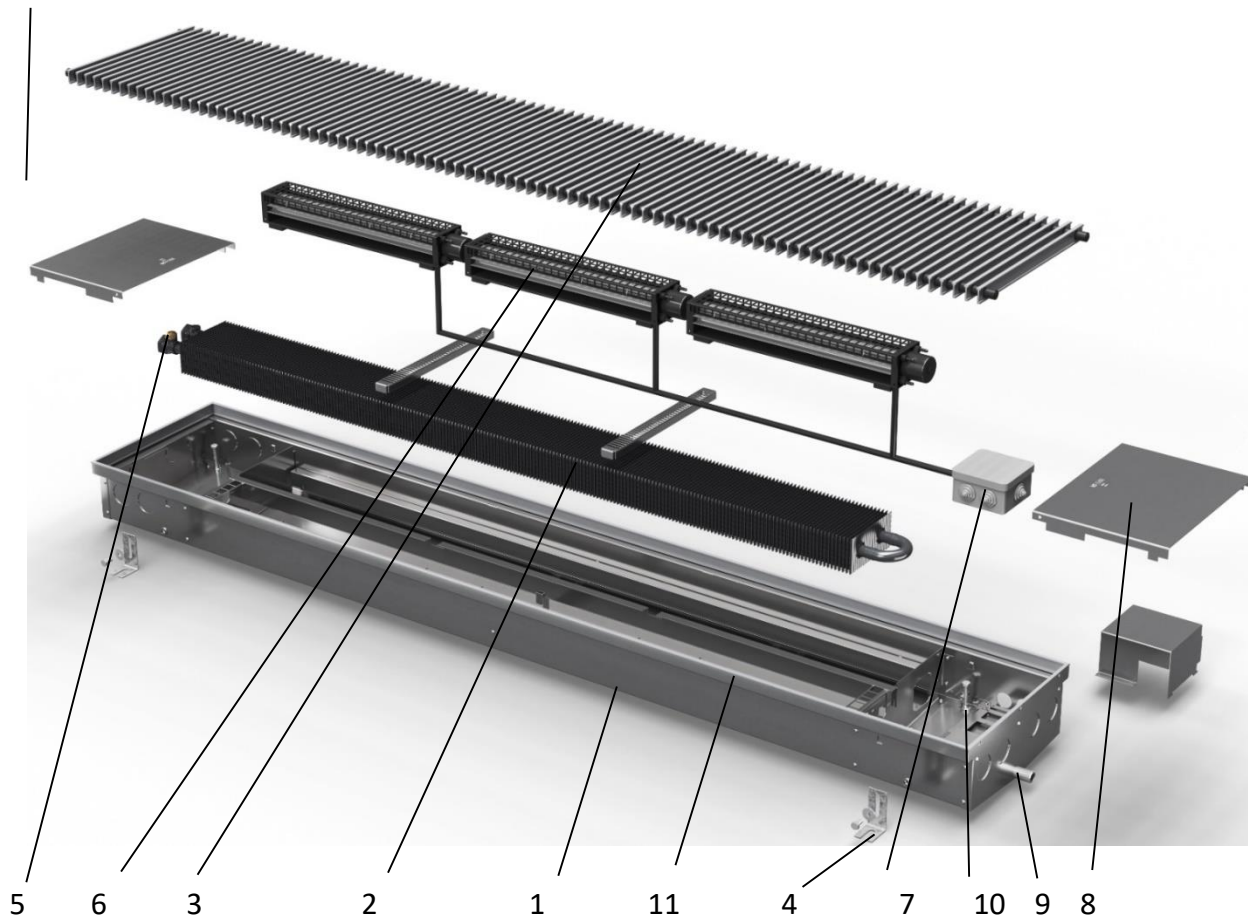

Рис.1
4.1. Каждая секция конвектора имеет следующие основные части (см. рис.1):